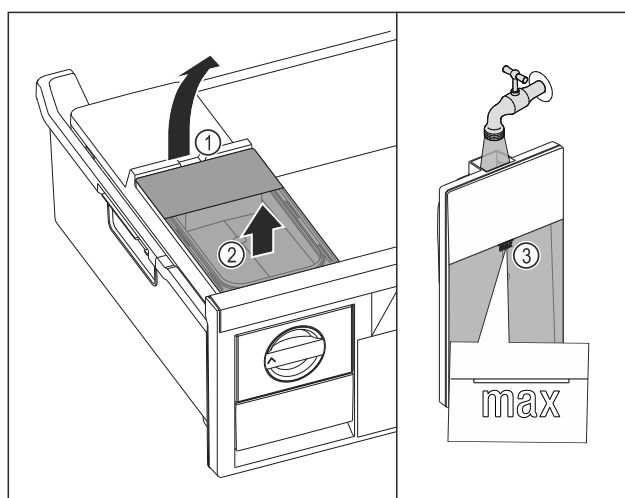

Fig. 121
- ▶ Lyft vattenbehållaren i fördjupningen Fig. 121 (1).
- ▶ Ta ut vattenbehållaren uppåt. Fig. 121 (2)
- Fyll vattenbehållaren med dricksvatten upp till markeringen *Fig. 121 (3)*.